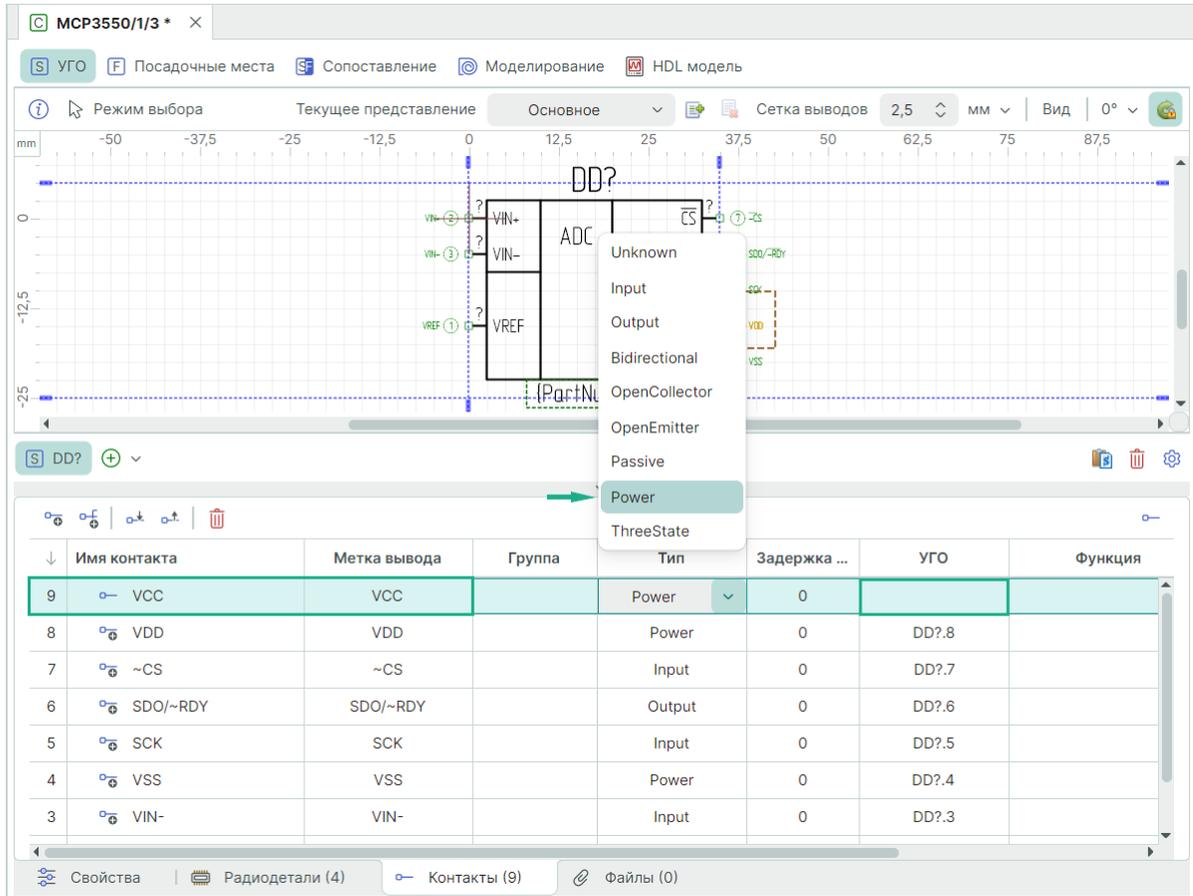

Рис. 269 Определение типа контакта
2. Задайте для выбранного контакта тип «Power», см. Рис. 269.